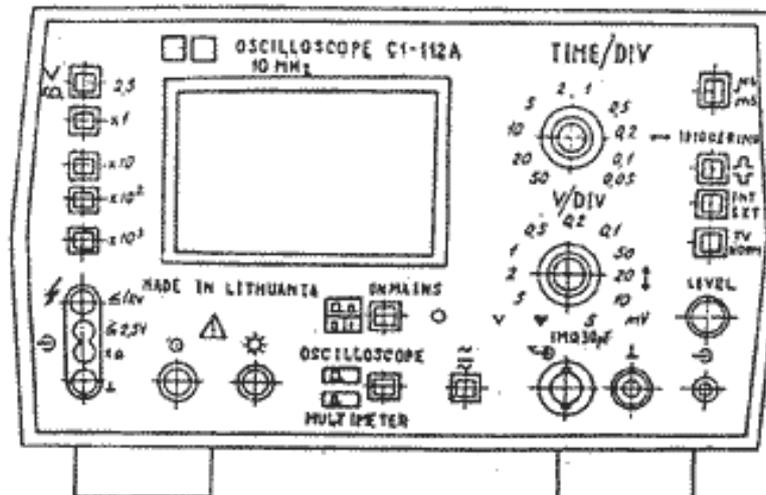

РИС.9.1.
9.1.1. Назначение органов управления, настройки и подключения с указанием исходного положения приведено в табл. 9.1, а их расположение показано на рис. 9.1.